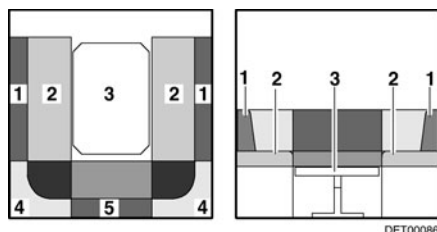

Fig. 66 Durante la transformación
- Tirar de los cojines del asiento (Fig. 66,2) hacia el centro.
- Colocar los cojines del respaldo (Fig. 66,1) entre los cojines del asiento y la pared exterior.
- Quitar los cojines del respaldo (Fig. 66,4 y 5) y ponerlos a un lado.